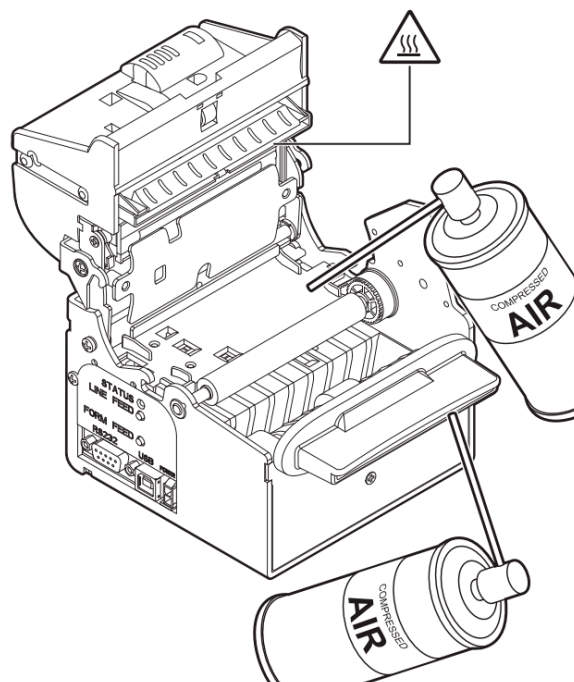

Рисунок 35. Очистка отверстий для бумаги, роликов захвата бумаги и области вокруг датчиков
2. Удаление обрывков бумаги и скопившейся бумажной пыли с отверстий для бумаги, роликов захвата бумаги и области вокруг датчиков сжатым воздухом и/или пинцетом (см. рис. 35). Для очистки не используйте спирт, растворители или жесткие щетки. Не допускайте попадания воды или других жидкостей внутрь принтера.